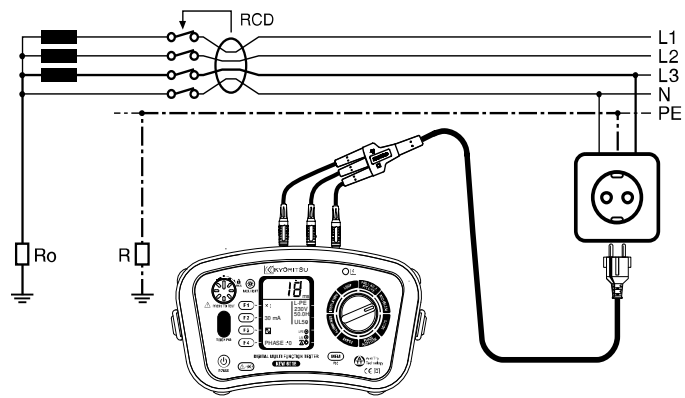

Fig.35
En cas de terre imparfaite (Fig35), un courant passera à travers le corps humain, ce qui provoque une tension. Cette tension est appelée tension de contact (U_c). Pendant le test, l'instrument génère un courant. Sur base de ce courant, la tension de contact peut être mesurée : $U_c = R \times (I \Delta N)$
2. Connectez les cordons au circuit à tester. (Fig.35, 36, 37)